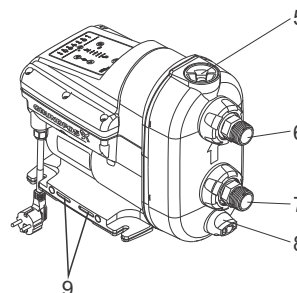

Fig. 19 SCALA-pumpe
5. Åbn spædeproppen gradvist og fjern den. Se fig. 19 (5).
6. Fjern tømmeproppen for at tømme pumpen for vand. Se fig. 19 (8).
7. Skru den omløber af som holder tilgangstilslutningen. Se fig. 19 (7). Afhængig af installationstypen, kan det være nødvendigt at fjerne rørene fra både tilgangs- og afgangstilslutningerne.
5. Åbn spædeproppen gradvist og fjern den. Se fig. 19 (5). Proppe og kontraventilen er én enhed.